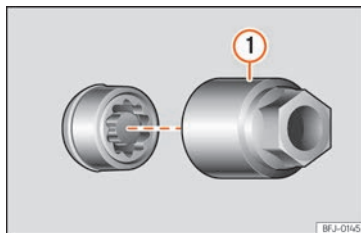

Fig. 188 Șurub roată antifurt cu căpăcel și adaptor.
- Introduceți adaptorul special >>> **fig. 188** ① (trusa de scule >>> **pag. 254**) în șurubul de roată antifurt și apăsați-l complet.